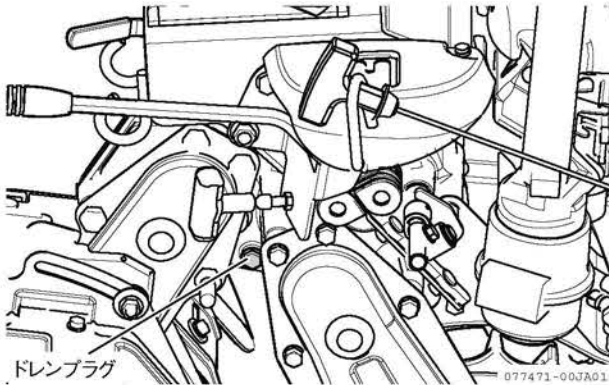

図 4-17 交換のしかた
2. 爪軸を外し、ミッションケースの下部にあるドレンプラグの下に、古いミッションオイルを受ける容器を置きます。(図 4-17)